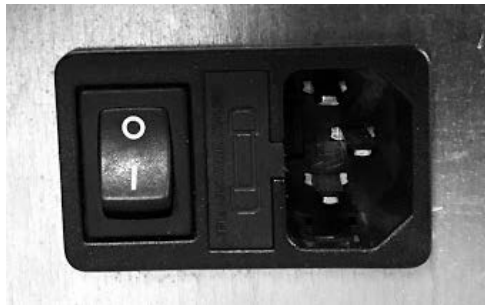

Fig. 53 - Prise électrique avec interrupteur général
- Brancher le câble d'alimentation avant sur le dos du poêle (voir **Fig. 53**), puis à une prise murale.
- L'interrupteur général 0/I (voir **Fig. 53**) ne doit être activé que pour allumer le poêle ; si ce n'est pas le cas, il est conseillé de le tenir éteint.